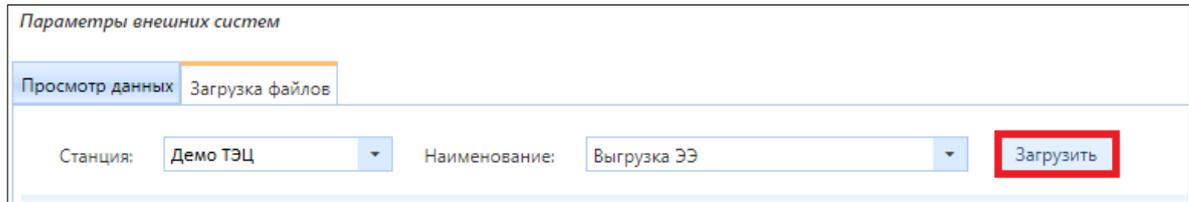

Рисунок 3.6.7 – Кнопка «Загрузить»
4. Затем необходимо нажать на кнопку «Загрузить» (рис. 3.6.7).